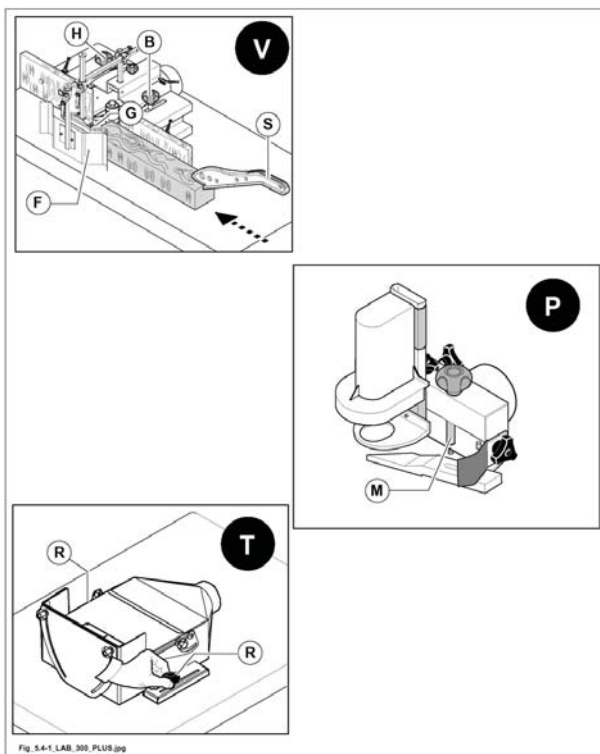

Fig. 5.4-1
- la guida cuffia (V fig. 5.4-1) sia correttamente posizionata e serrata con i pomoli (H, B fig. 5.4-1).
- I pressatori (F e G fig. 5.4-1) siano correttamente posizionati per coprire al massimo l'utensile (vedi paragrafo 9.5A); effettuare l'avanzamento del pezzo in lavorazione utilizzando uno spingilegno (S fig. 5.4-1) o un trascinatore.
- la protezione toupie (P fig. 5.4-1) sia in posizione (con la spina inserita nel foro della piana) e serrata con il perno (M fig. 5.4-1).
- la cuffia per tenonare (T fig. 5.4-1) sia correttamente posizionata e serrata con i pomoli (R fig. 5.4-1).